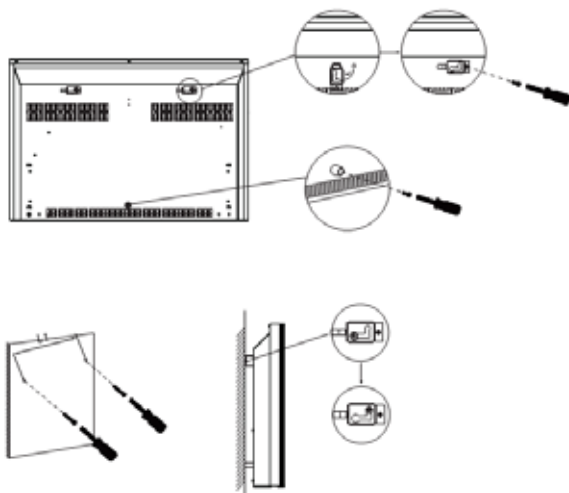

Рис. 5
6. Присоедините крепежные кронштейны к корпусу конвектора вставив их в отверстия в задней панели, и поверните их против часовой стрелки на 90 °, после чего закрепите винтами. Также прикрутите с помощью винта к задней панели конвектора резиновый ограничитель по центру внизу (см. рис. 5).